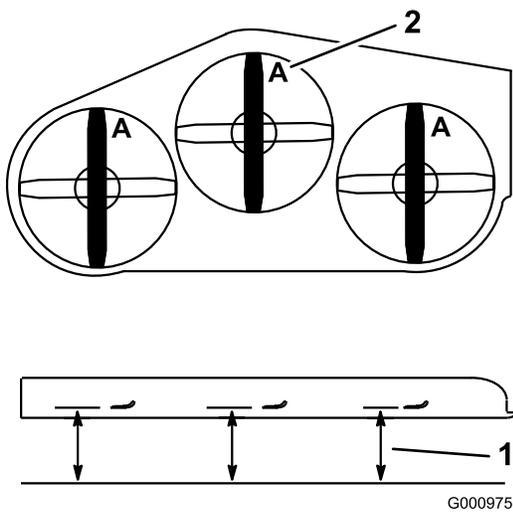

**Figura 90**
1. Inspeccione los filos de corte (Figura 90). Si los bordes no están afilados o tienen muescas, retire las cuchillas y afílelas. Consulte Afilado de las cuchillas.
2. Inspeccione las cuchillas, especialmente la parte curva (Figura 90). Si observa daños, desgaste o la formación de una ranura en esta zona (Figura 90), instale inmediatamente una cuchilla nueva.